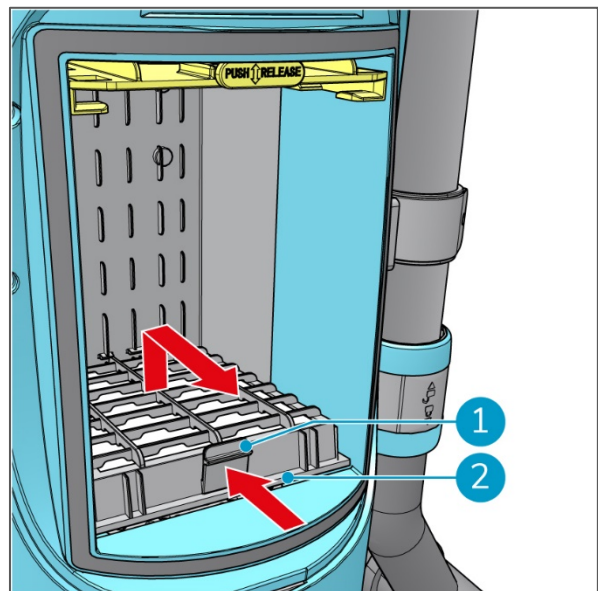
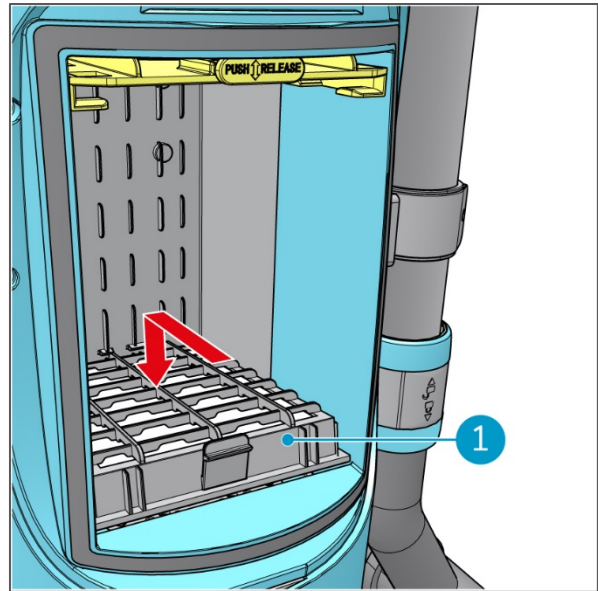

Figura 22
Figura 23
4. Presiona ligeramente el botón gris (Figura 22, pos. 1) para desbloquear el filtro del cajetín.
5. Extrae el filtro del cajetín (Figura 22, pos. 2) del cuerpo de la i-move 2.5B tirando hacia fuera.
6. Introduce el nuevo filtro del cajetín en el cuerpo de la i-move 2.5B® (Figura 23, pos. 1) empujándolo. Cuando el botón gris (Figura 22, pos. 1) haga clic, quedará bloqueado.